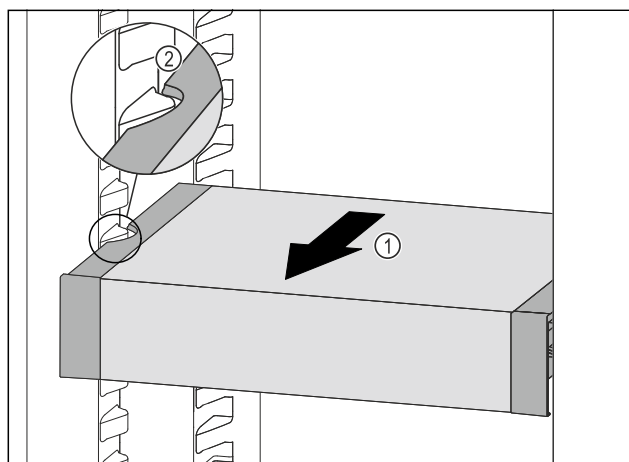

Fig. 105
- Изтеглете VarioSafe напред Fig. 105 (1), докато страничните прорези на VarioSafe се намират на височината на реброто на съда в хладилната част. Fig. 105 (2)